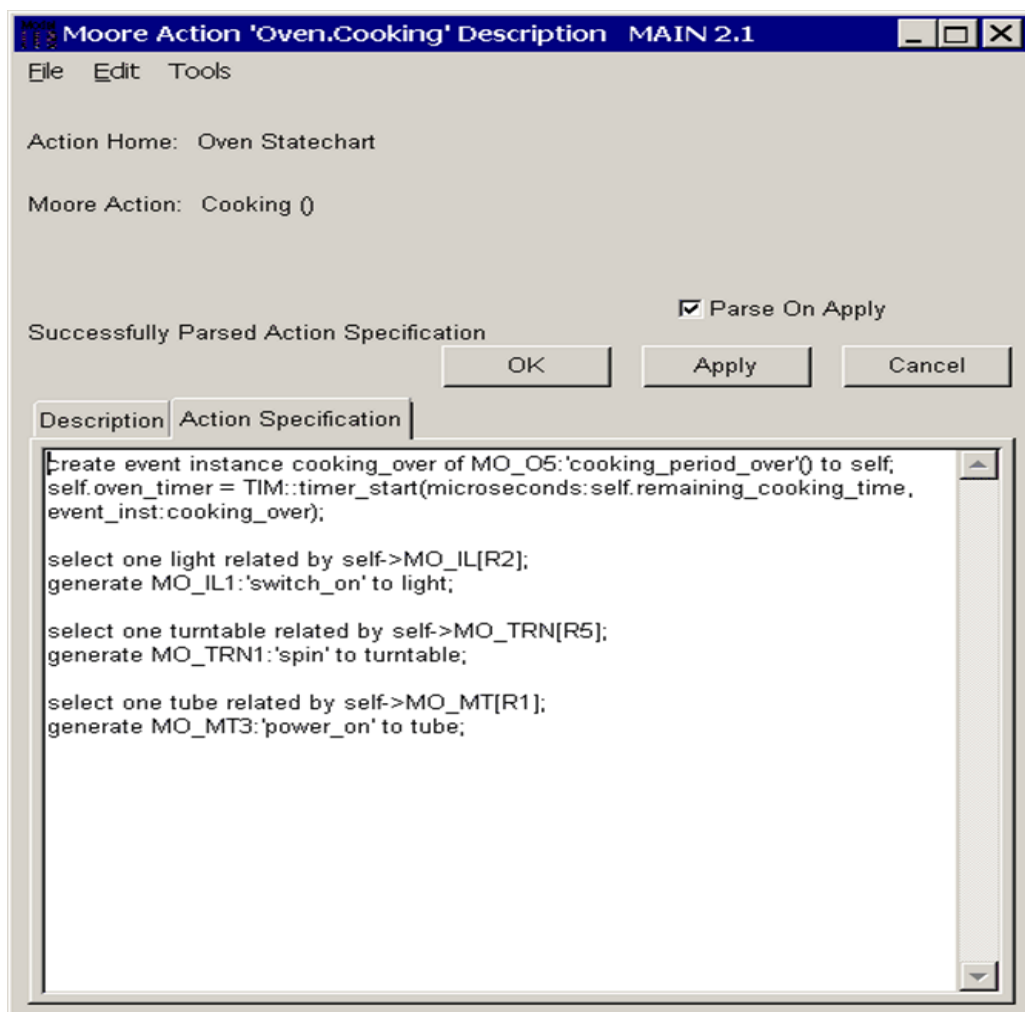

図 4-13: [Moore Action Description] ウィンドウ /[Action Specification] タブ
- ナビゲーション機能の中で、[Action] ボタン（最終列の一番下のボタン）を選択します。Cooking 状態に関連付けられているアクションの仕様が、BridgePoint Object Action Language で表示されます（図 4-13）。